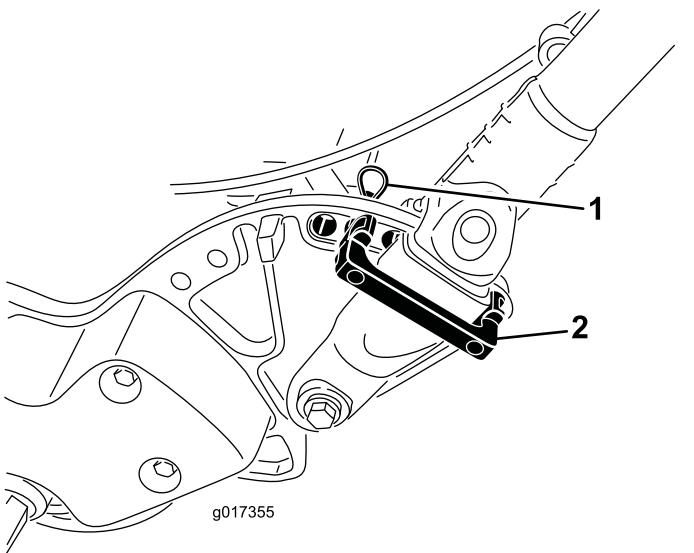

Figura 11
1. Enquanto suporta o manípulo, remova as braçadeiras que fixam as pegas da barra de ligação às placas laterais (Figura 11).
- 2. Rode o manípulo para posição de operação desejadas, coloque um fixador do manípulo por cima da pega da barra de ligação e nos orifícios de alinhamento na placa lateral (Figura 11).
- 3. Mantenha o fixador na posição com um contrapino de gancho (Figura 11).